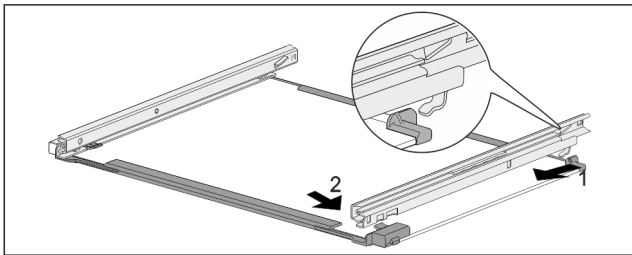

Fig. 151 Стъклена плоча с релси
- ▶ Закъчете релсата отзад. *Fig. 151 (1)*
- ▶ Фиксирайте релсата отпред. *Fig. 151 (2)*